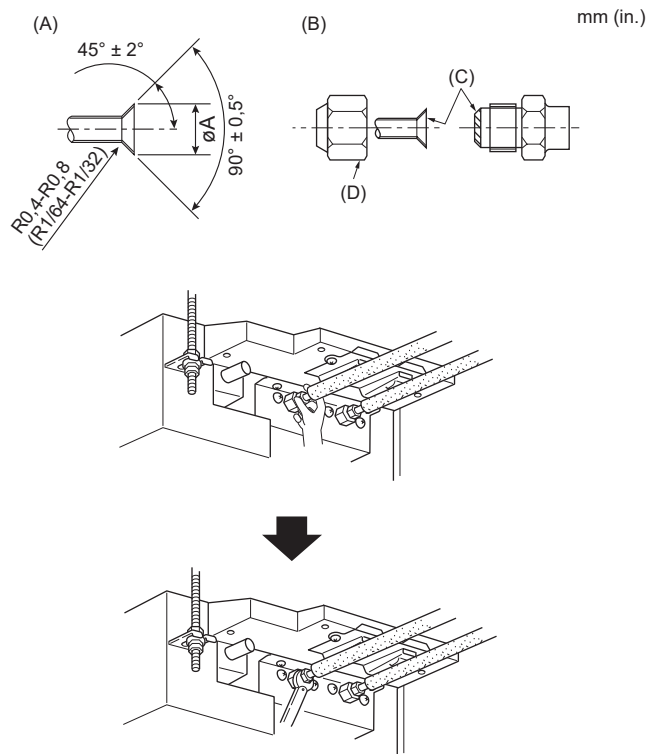

Fig. 4-2
- (1) Retirez le cache-tuyaux, le collier de serrage et la fixation de tuyau de l'appareil intérieur.
- (2) Lors de l'utilisation d'un tuyau dont le matériau isolant est supérieur (environ Ø48 mm (Ø1-7/8 in.) pour les tuyaux de liquide et Ø51 mm (Ø2 in.) pour les tuyaux de gaz) pour le tuyau de raccordement à l'appareil intérieur, retirer la plaque et la retourner pour que sa partie concave soit orientée vers le haut.
4.2. Connexion des tuyaux (Fig. 4-2)